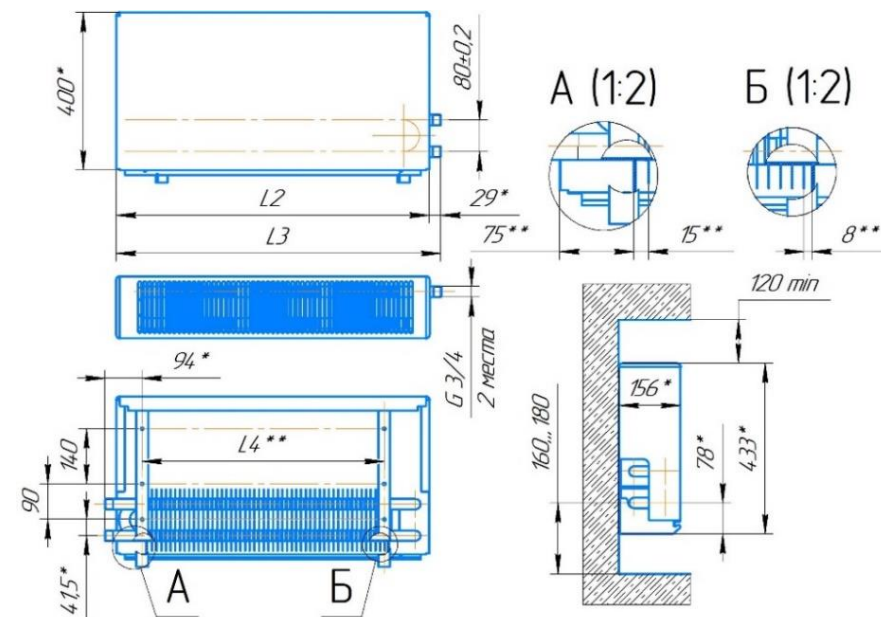

Рис. 1 – Конвектор «Универсал ТБ-С м».
- 1.3. Конвекторы выпускаются в концевом или проходном исполнении, с патрубками для подвода теплоносителя, расположенными с правой или левой стороны прибора, концы присоединительных патрубков гладкие (под сварку) или с раструбами с резьбой наружной G 3/4" (НР 3/4) или с резьбой внутренней G 1/2" (ВР 1/2), габаритные и присоединительные размеры указаны в рис. 1.